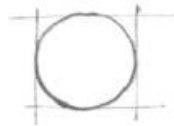

Figura VIII-5. Circunferencia pequeña.
- **Circunferencia de pequeño diámetro:** será suficiente con ubicar el **cuadrado circunscrito**. Se efectúan dos trazos en sentido descendente, de forma tal que los **lados del cuadrado resulten ser tangentes a la circunferencia** que estamos dibujando, como en la figura VIII-5.